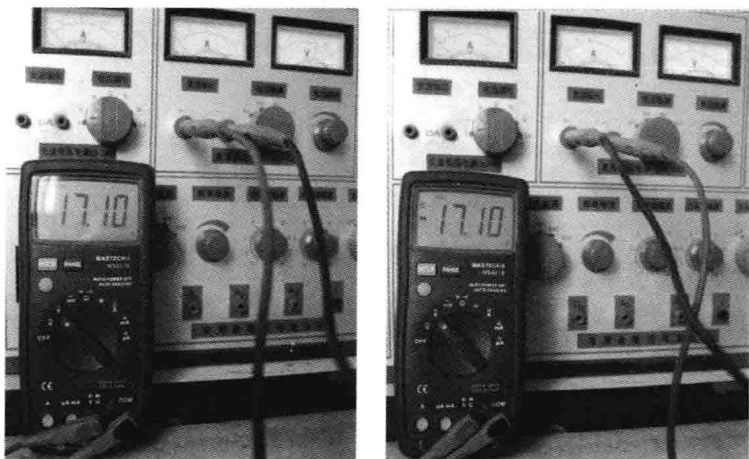

图 5-25 测量电压
测量电压，如图 5-25 所示。
(1) 将转换开关旋至 DCV 挡。
(2) 将两表笔并联在电源的两端，测量电源的电压。
(3) 由液晶显示器读取被测电源的电压值。从图 5-25 可读出被测电压的电压值分别为 17.10V、-17.10V。左边出现一，则表明表笔极性与实际电源极性相反，此时红表笔接的是负极。
(4) 测量完毕，将转换开关置于 OFF 挡，拔下红、黑表笔。